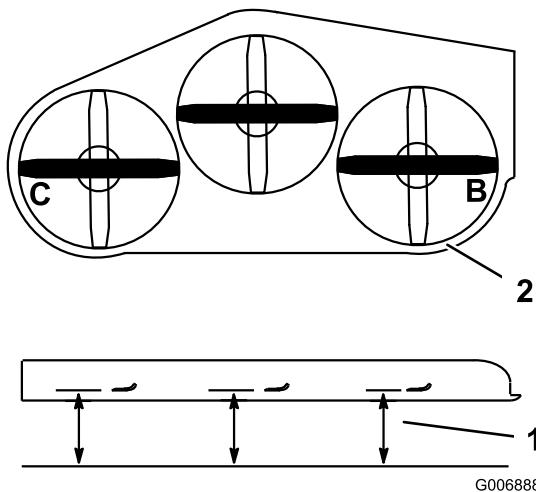

Figure 81
3. Tournez les lames pour les mettre parallèles dans le sens transversal. Mesurez la distance aux points **B** et **C** entre une surface plane et le bord coupant des pointes des lames (Figure 81).